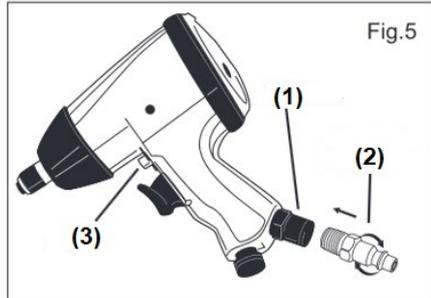

Fig.5
2. Bereiten Sie einen 1/4"-Außengewindeanschluss (nicht im Lieferumfang enthalten) vor, indem Sie das Gewinde mit Dichtband im Uhrzeigersinn umwickeln. Schrauben Sie den 1/4"-Steckverbinder mit Außengewinde **(2)** von Hand in den Lufteinlass **(1)**, wie in Abb. 5 dargestellt, und ziehen Sie ihn mit einem Schraubenschlüssel (nicht enthalten) für eine luftdichte Verbindung an.